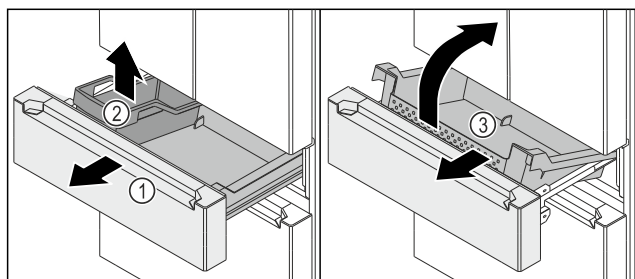

Fig. 148
- ▶ Wózek wysuwany Fig. 148 (1) wysunąć aż do oporu.
- ▶ Wyjąć FlexBox Fig. 148 (2).
- ▶ Pojemnik Fig. 148 (3) podnieść w przód.
- ▶ Pojemnik Fig. 148 (3) wyjąć w przód po skosie.